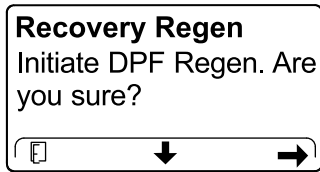

Figura 57
4. No ecrã INICIAR REGENERAÇÃO DO DPF, prima o botão direito para continuar (Figura 57).